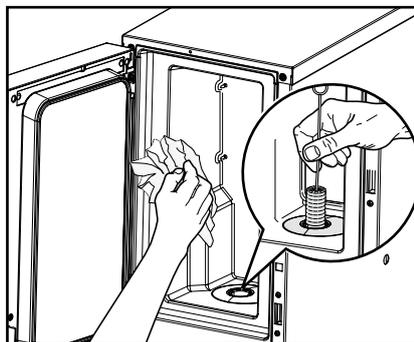

Fig. 25
4. Limpe a área interna do compartimento de frio (Fig. 25):